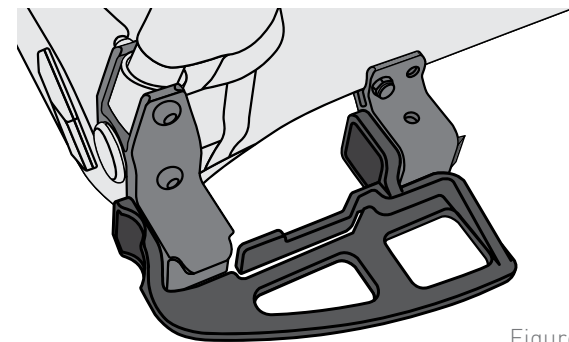

Figure 8
2. Faites glisser le garde-roue dans le récepteur de la barre de remorquage jusqu'à ce qu'il s'enclenche (Figure 8). Légèrement plier les onglets avant vers l'intérieur lors de l'insertion.